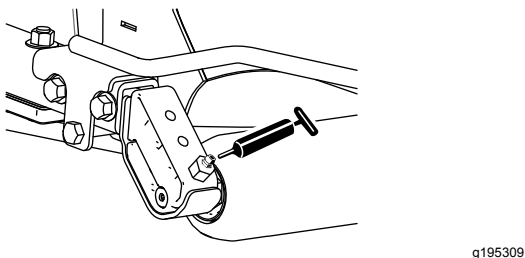

Figure 40
- 2 (par tablier de coupe) roulements de rouleau arrière (Figure 40)